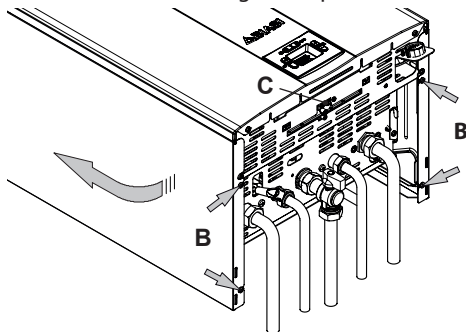

Figura 9.2
- Allentare la viti **B** in Figura 9.2 e togliere i due pannelli laterali spingendoli verso l'alto in modo da liberarli dai ganci superiori.
- Svitare la vite **C** che blocca il pannello comandi (Figura 9.2).